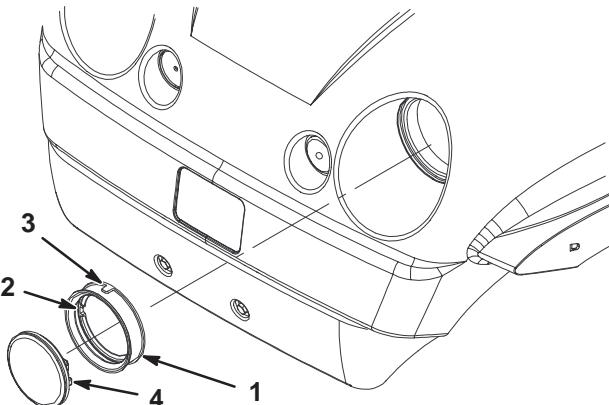

Bild 44
4. Entfernen Sie die Gummidichtung vom Scheinwerfer (Bild 44). Entsorgen Sie den alten Scheinwerfer.
5. Fluchten Sie die Auskerbung an der Innenseite der Dichtung mit der Auskerbung am neuen Scheinwerfer aus (Bild 44). Schieben Sie die Dichtung auf den neuen Scheinwerfer, bis die Dichtung fest anliegt.